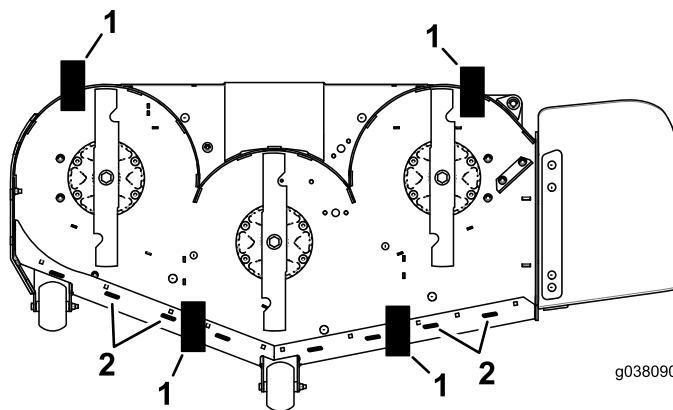

Figura 86
11. Posizionate i 2 blocchi (vedere la tabella dell'angolo di spoglia e dell'altezza del blocco) sotto il bordo posteriore della falda del piatto di taglio; 1 su ogni lato del piatto di taglio (Figura 86).